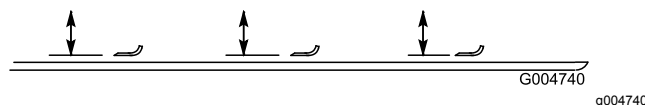

Figura 128
2. Ruotate la lama fino a quando le estremità non sono rivolte in avanti e indietro e misurate la distanza tra l'interno del piatto di taglio e il tagliente sulla parte anteriore della lama (Figura 128).